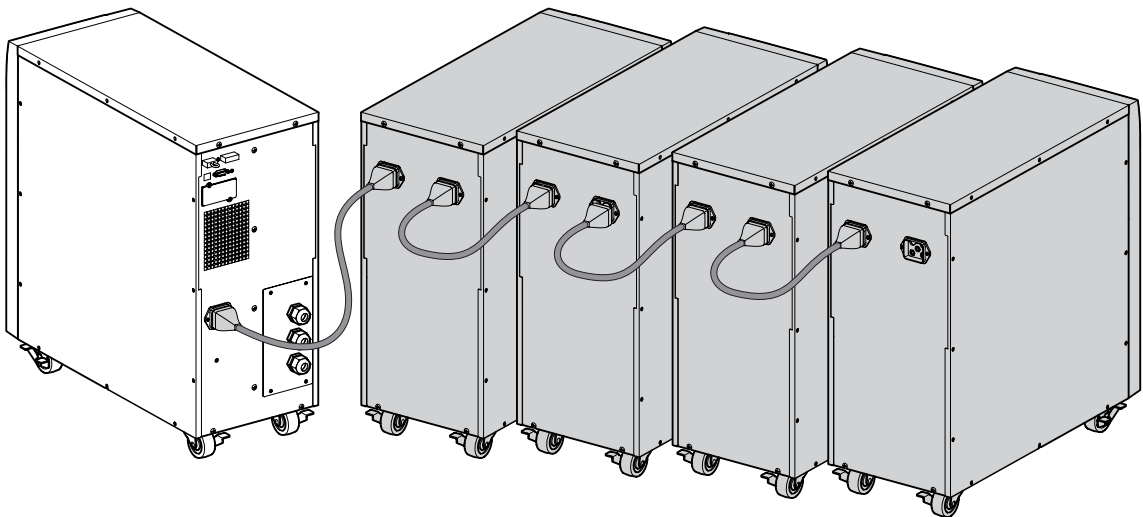

Рисунок 7. Подключение EBM.
- 1. Вставьте кабель(и) EBM в разъем(ы) батарей, как показано на Рисунок 7. К ИБП может быть подключено до четырех EBM.